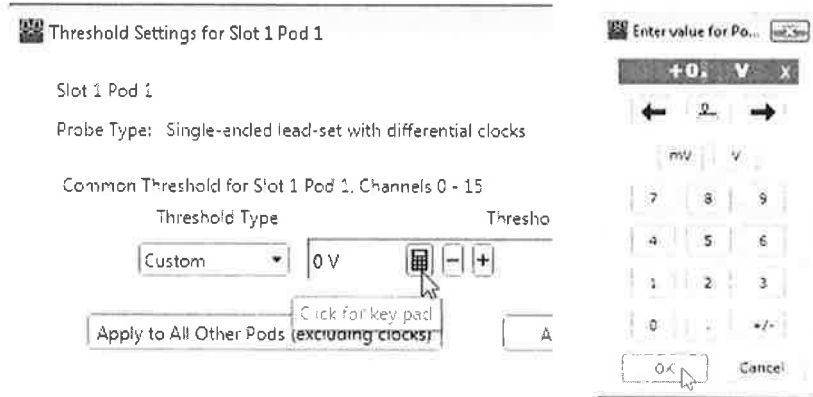

Рисунок 7
- Установить уровень срабатывания 0 В (рис.7)